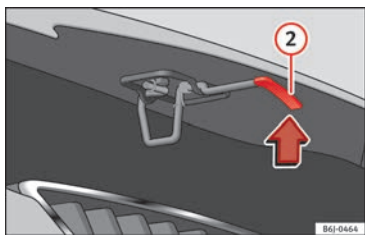

Abb. 9
- Motorraumklappe anheben: Drücken Sie die Wippe unterhalb der Motorhaube nach oben » Abb. 9 ②. Dabei wird der Fanghaken entriegelt.